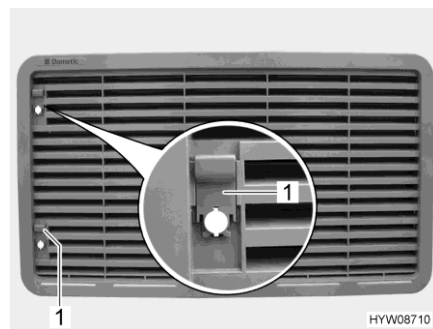

Fig. 141 Rejilla de ventilación del frigorífico
- Empujar la corredera (Fig. 141,1) hacia arriba.